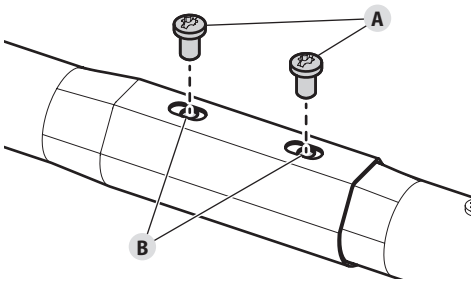

Fig. 7
5. Insérez les vis (2) (Fig. 7-A) dans les orifices alignés (Fig. 7-B).